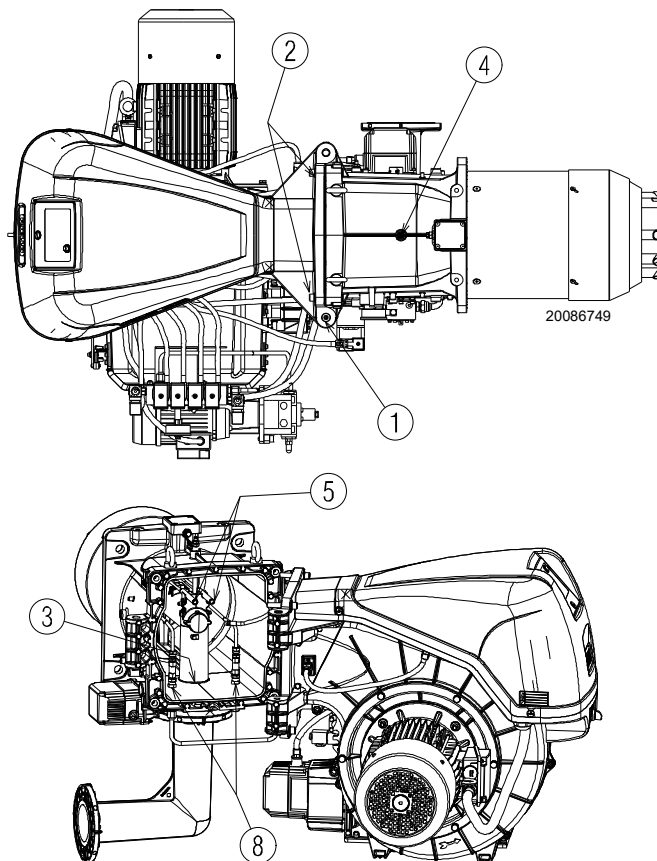

Fig. 17
Arzătorul pleacă din fabrică pregătit să se deschidă spre dreapta, deci păstrați știftul 1)(Fig. 17) în poziție.
- C Deschideți complet arzătorul ca în Fig. 17;
Pentru a deschide arzătorul din partea opusă, înainte de a scoate știftul 1)(Fig. 17), verificați dacă cele 4 șuruburi 2) sunt strânse. Apoi mutați știftul 1) în partea opusă, numai atunci pot fi îndepărtate șuruburile 2).
Deconectați mufa 9)(Fig. 17) a presostatului maxim de gaz, apoi procedați așa cum este descris mai sus la punctul C).